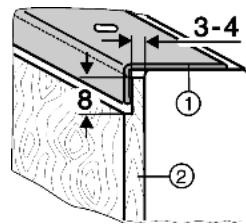

Fig. 10
- Dickere Dekorplatten Fig. 10 (2) nach Abbildung auf maximal 4 mm Dicke abstufen.